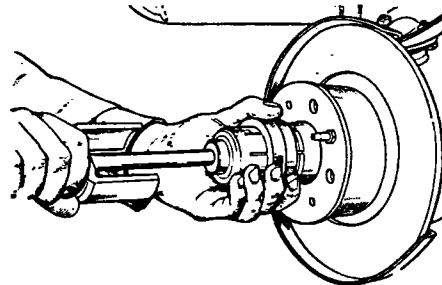

Рис. 4-7. Снятие колпака ступицы колеса съемником 67.7801.9514
- съемником 67.7801.9514 (рис. 4-7) снимите колпак ступицы переднего колеса, отверните регулировочную гайку и снимите шайбу;
— съемником 67.7801.9514 (рис. 4-7) снимите колпак ступицы переднего колеса;